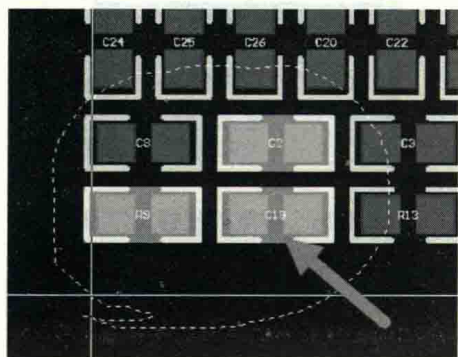
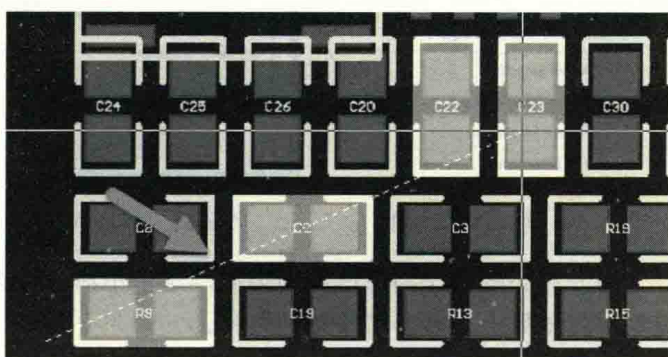

图 8-22 滑选操作
图 8-23 线选操作
- ① Lasso Select: 滑选，按快捷键“SE”，激活滑选命令，在 PCB 设计交互界面滑动，把需要选择的对象包含在滑选滑动的范围之内即可完成选择，如图 8-22 所示。
- ② Inside Area: 框选，按快捷键“SI”，把完全包含在框选范围内的对象进行选中。
- ③ Outside Area: 反选，和框选相反，按快捷键“SO”，把框选范围之外的所有对象进行选中。
- ④ Touching Line: 线选，按快捷键“SL”，可以把走线碰到的对象进行选中，如图 8-23